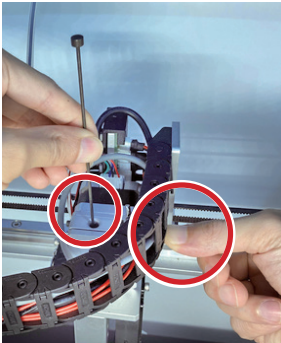

Fig. 1
4. Steek de uitwerpstang door de filamentinvoer de extruder in. Zie Fig. 1.